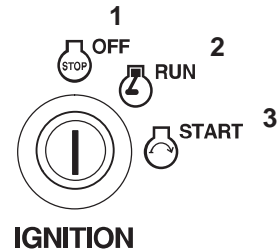

Figure 14
3. Laissez tourner le moteur au ralenti pendant 60 secondes (Fig. 14).
4. Tournez la clé de contact en position contact coupé et enlevez-la (Fig. 14).